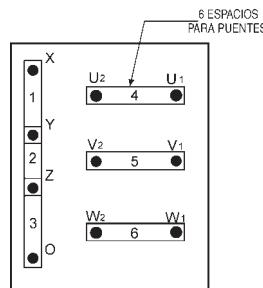

Figura 20. Tablero de inversión de voltaje
- Coloque el puente en el tablero de inversión de voltaje para operación de 240 V como muestra la Figura 20.
- Asegúrese que el tablero de inversión de voltaje esta haciendo puente para operación 240V como se muestra en la Figura 20.